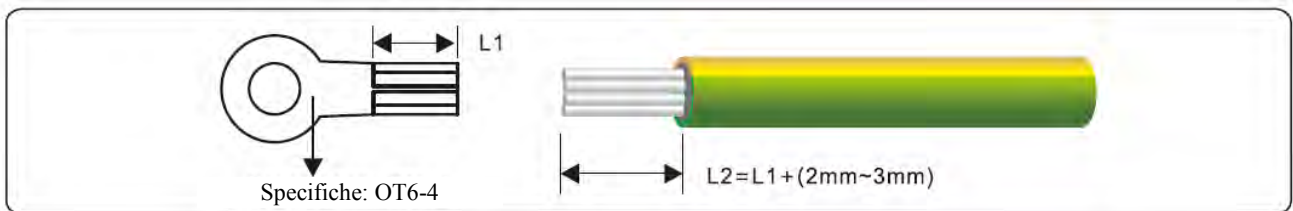

Figura 5.1 Lunghezza cavo spelato (unità: mm)
**Fase 1** Rimuovere una lunghezza adeguata dello strato isolante dal cavo PGND utilizzando una pinza spellafili; la lunghezza deve essere leggermente superiore a quella dell'estremità di crimpatura del terminale OT di 2mm~3mm, come mostrato nella Figura 5.1.